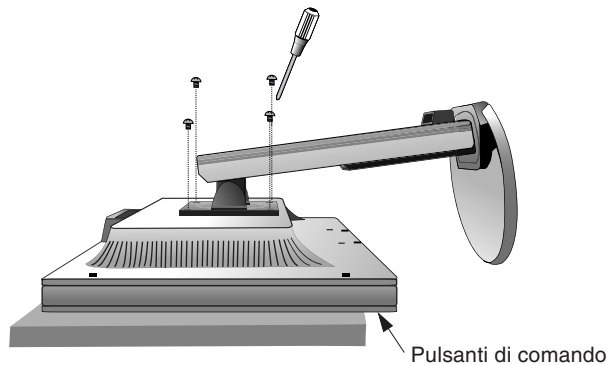

Figura S.1
2. Sistemare il monitor verso il basso su una superficie non abrasiva (**Figura S.1**).
3. Rimuovere le 4 viti che collegano il supporto al monitor (**Figura S.1**).